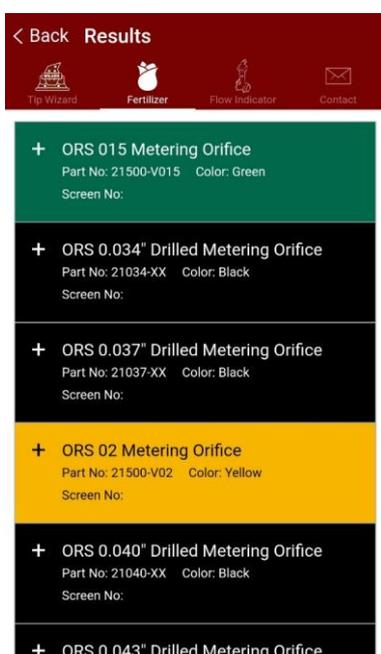

Рис. 91
11. В результате расчета получаете цвет и номер подходящих дозирующих шайб. В нашем примере **Part No: 21500-V015 Color: Green** и **Part No: 21500-V02 Color: Yellow**, [см. рис.91]. Шайбы, выделенные черным цветом внимания не обращать, поскольку они рассчитаны на индивидуальное изготовление. Если нажать на предложенную шайбу, развернется таблица зависимости давления от скорости, [см. рис.92, 93].